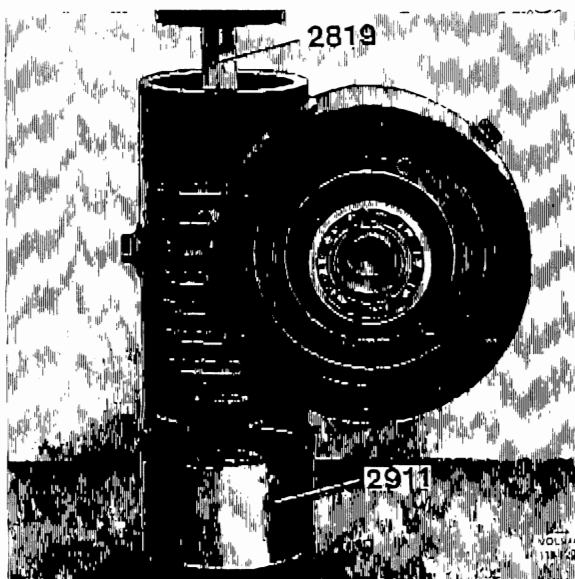

Bild 57. Urpressning av snäckskruv
19. Placera växelhuset på 2911 och pressa ur snäckskruven (47) med 2819. Bild 57. Lyft bortskruven.
20. Ta bort distansbrickan (44) och pressa ur nållagret (45) med 4113.